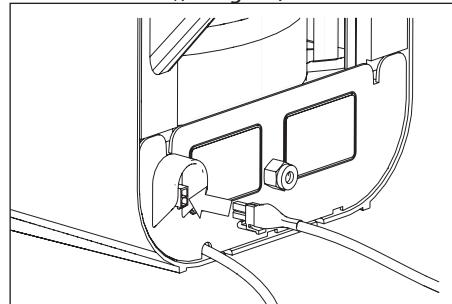

Fig. 8.4 Aansluiten draad op connector boiler
- 8. Sluit de draad die uit de HotSpot Titanium kookkraan komt aan op de connector aan de achterzijde van de boiler (haakje naar beneden)(zie fig 8.4).